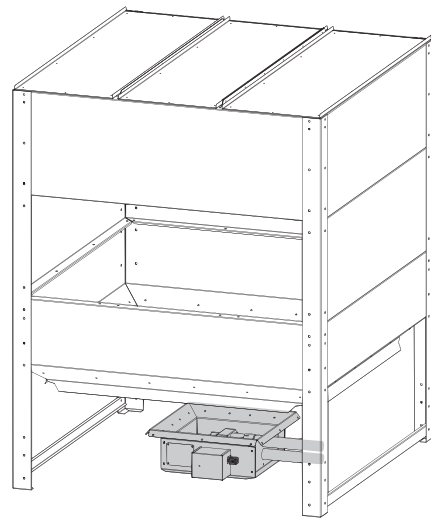

Fig. 12 Entnahmetrichter einrichten
Pelletslager einrichten, Standwinkel müssen in der Höhe fluchten, senkrecht und waagrecht gerade ausgerichtet sein. Entnahmetrichter einlegen, Motor vom Rührwerk sollte nach vorne zeigen, mit Standwinkeln eben einrichten. Wenn nötig, Unterlegblättchen (32) unterlegen. Lager durch diagonales Messen in Winkel richten – Fig. 12.